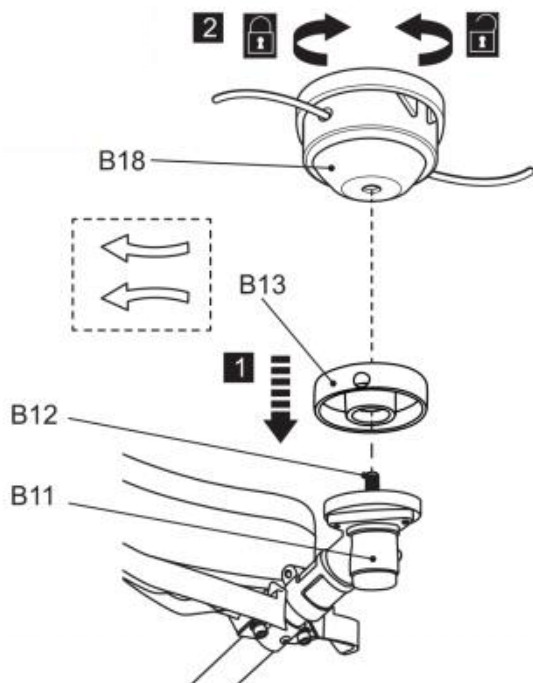

Fig. 6
4) Schrauben Sie den Trimmkopf (B18) gegen den Uhrzeigersinn auf die Spindel (B12) und ziehen Sie ihn von Hand fest, während Sie die Spindel (B12) mit dem Innensechskantschlüssel (E5) arretieren. Entfernen Sie anschließend den Innensechskantschlüssel (Abb. 6).